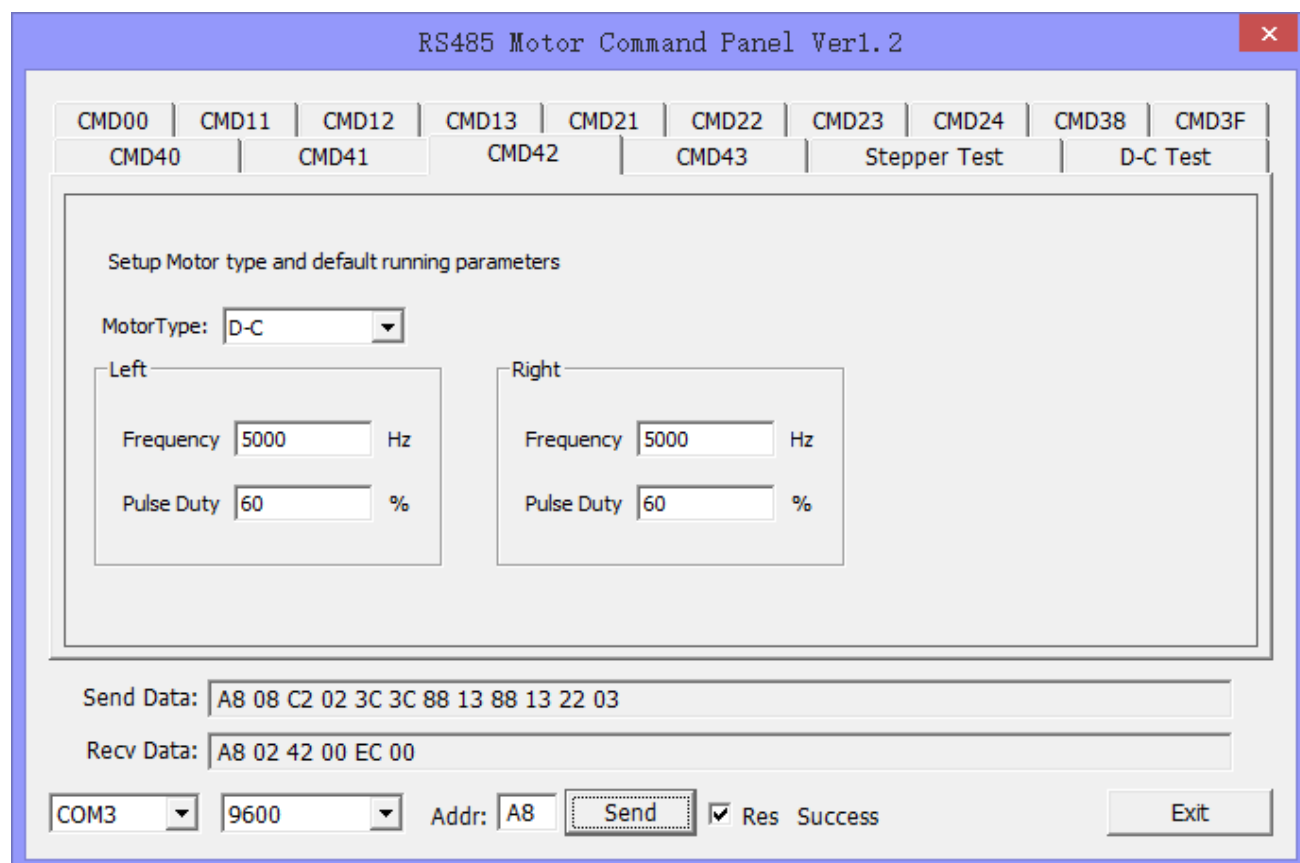

图 3-2
2. 如下图 3-2，如果是要控制直流电机，请按图所示设置参数更改控制器参数。其中 MotorType 选择 “D-C”，左右电机的 PWM 频率及 PWM 值可以根据需要自行调节。